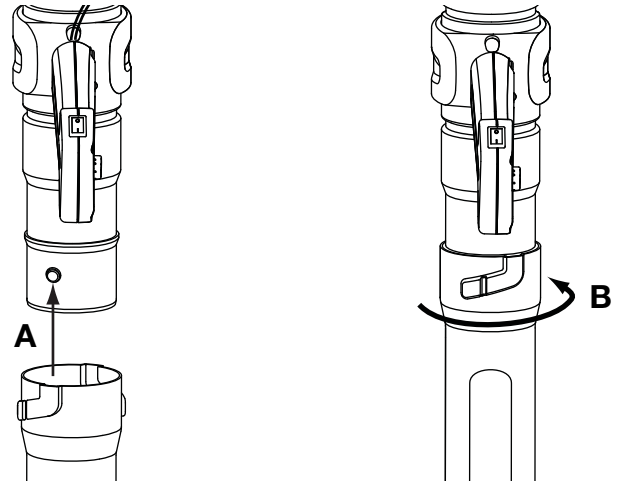

Fig. 3
1. Alinee la ranura de tope en el extremo del primer tubo inferior de la sopladora con el tope en el extremo inferior del tubo superior de la sopladora (Fig. 3, A).
2. Inserte el tope del tubo superior de la sopladora en la ranura de tope de la extensión del tubo (Fig. 3, A).
3. Haga girar el tubo de extensión en el sentido de las agujas del reloj alrededor del tubo superior de la sopladora hasta que el tope del tubo de la manija caiga en su lugar (Fig. 3, B).